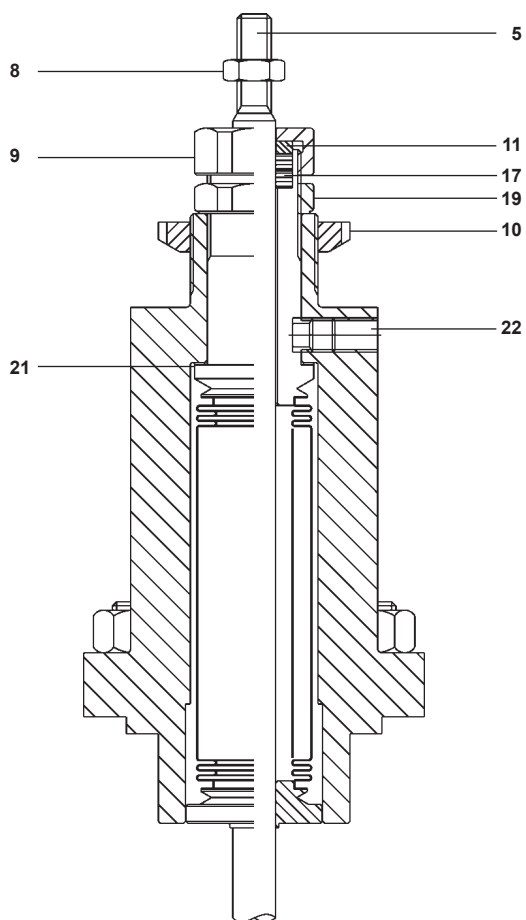

Abb. 10
4.3.1 Vorgehensweise für den Austausch der Faltenbalgdichtungen (Siehe Abb. 10)